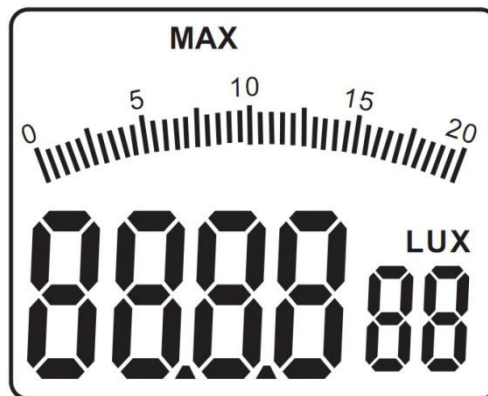

Figura 3-1-3
- Presione el pulsador “MAX/MIN”, en la parte superior de la pantalla aparecerá la indicación “MAX” (como se muestra en la figura 3-1-3);